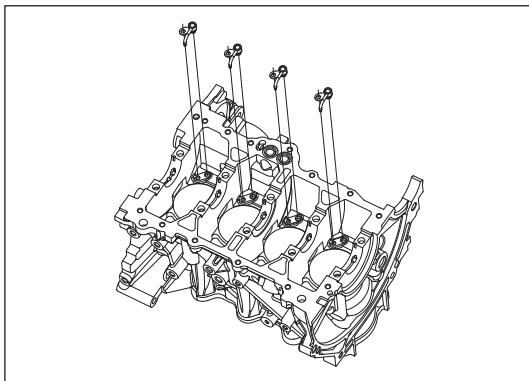
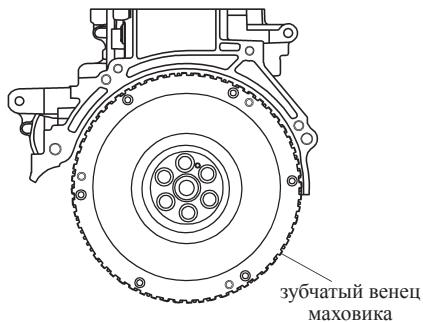
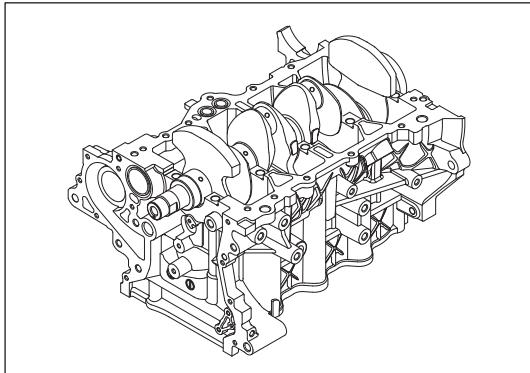

Рис. 13-3-5. Снятие коленчатого вала
Рис. 13-3-6. Проверка зубчатого венца маховика
Рис. 13-3-8. Установка коленчатого вала
- Отсоединить форсунки охлаждения поршней, снять четыре фланцевых болта (M6×12), снять четыре форсунки охлаждения поршней, как изображено на Рис. 13-3-5.
- (1) Проверить зубья зубчатого венца коленчатого вала на наличие поломок, проверить зубчатый венец и маховик на наличие слабины; если имеются вышеуказанные дефекты, заменить маховик, как изображено на Рис. 13-3-6.
- (2) Проверить внешнее и внутреннее кольца шкива с демпфером на проскальзывание и осевое биение, проверить резиновый слой на наличие признаков износа и растрескивания; если имеются вышеупомянутые дефекты, заменить шкив.
- (3) Проверка форсунок охлаждения поршней
- b) Проверить правильность углов, под которыми располагаются форсунки охлаждения поршней, см. Рис. 13-3-5.
- (4) Проверка коленчатого вала и вкладышей коренных подшипников.
- ① Вытереть масло на шейках и внутренних поверхностях вкладышей коренных подшипников, затем установить вкладыши коренных подшипников.
- ② Установить коленчатый вал, как изображено на Рис. 13-3-8.